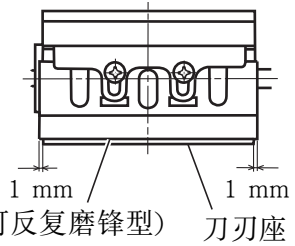

图 23
- (1) 将安装在刀刃上的定位板 (A) 的转动部份插入位于刀刃座平坦部份的槽中 (见图 19, 22)。安上刀刃, 使刀刃的两面均从刀刃座的边缘伸出约 1 mm (见第 10 页的图 23)。